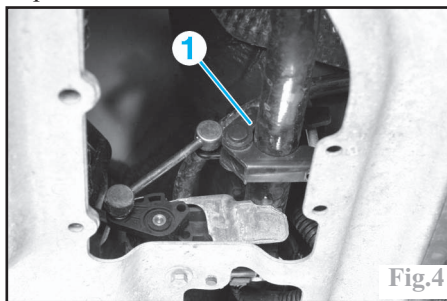

Fig.4
Repérer la position du collier de commande de hauteur (1) (Fig.4) puis le déposer.
-les vis (9) et (10) de fixation du berceau.
-les 2 chapes (11).
Repérer la position du collier (1) (Fig.4) du capteur de hauteur puis le déposer.